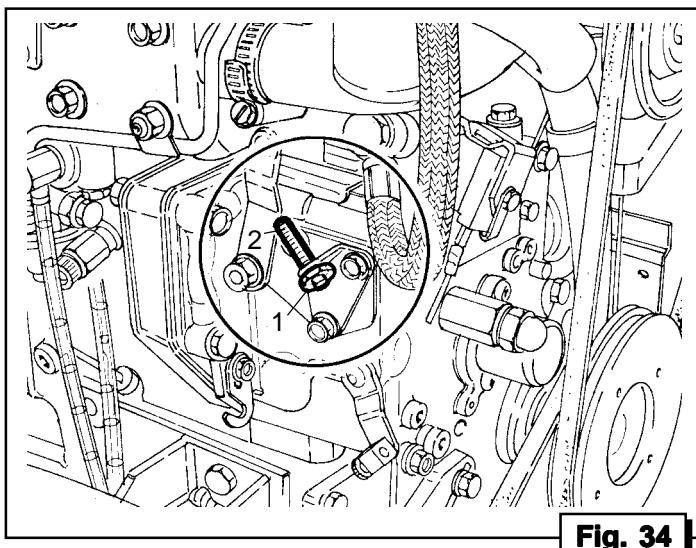

Fig. 34
Regolazione dei giri (Fig. 34) IS 7/8-IS 10/11,5
- Allentare il dado (Fig. 34, Rif. 1)
- Agire sul perno filettato (Fig. 34, Rif. 2) sino al raggiungimento del numero di giri desiderato
- Bloccare il dado (Fig. 34, Rif. 1)
Adjusting RPM (Fig. 34) IS 7/8-IS 10/11,5
- Back off the nut (Fig. 34, Ref 1)
- Adjust the threaded rod (Fig. 34, Ref. 2) until the required rpm is obtained
- Tighten the nut (Fig. 34, Ref. 1).